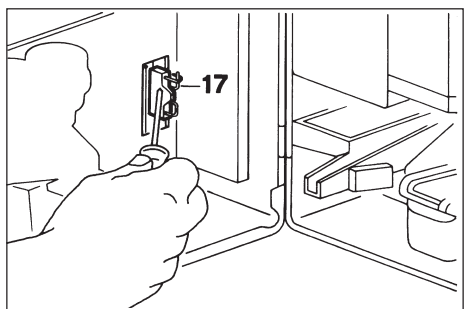

Fig. 32
- L'apparecchio è dotato di un programma automatico per il lavaggio dei miscelatori che si attiva dopo un tempo di inattività che può essere programmato (Vedere "Manuale d'uso" del Programmatore 7P). Questa funzione può essere attivata chiudendo il ponticello (17) posto sulla scheda elettronica (Vedi ingrandimento Fig. 32).